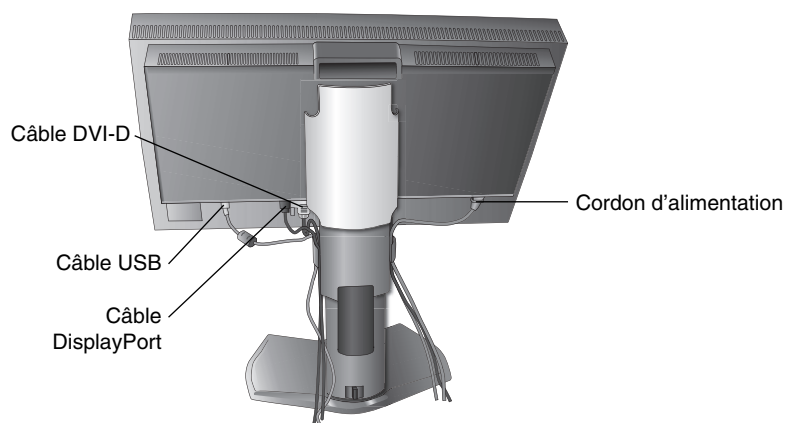
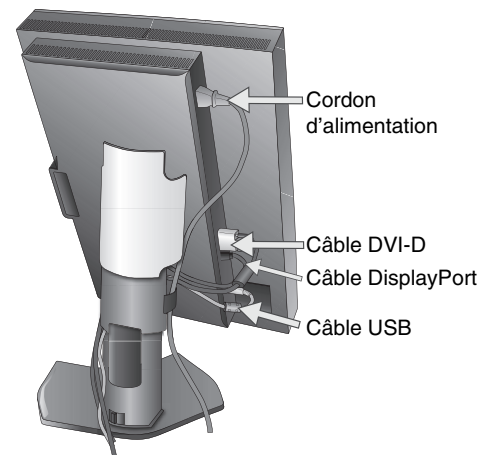

Figure C.2
Figure C.3
5. Pour que les câbles restent bien organisés, disposez-les dans le cache-câbles intégré au support. Placez les câbles dans les crochets fermeture et à une distance égale (**Figure C.2** et **Figure C.3**).